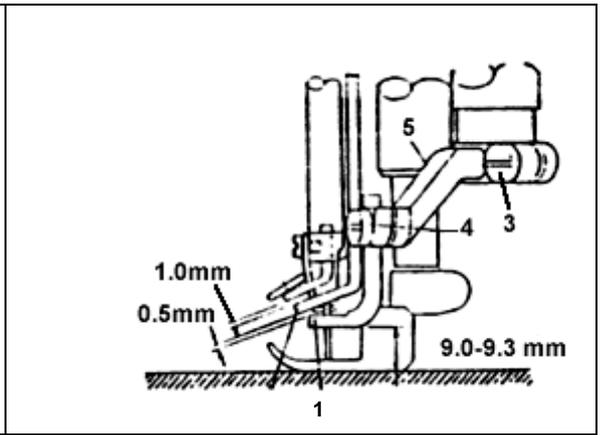

Fig. 41
Mova o lançador (1) para cima ou para baixo, para regular a sua altura em relação à chapa de agulha, conforme a tabela 5, e então aperte o parafuso (3) (fig. 41).